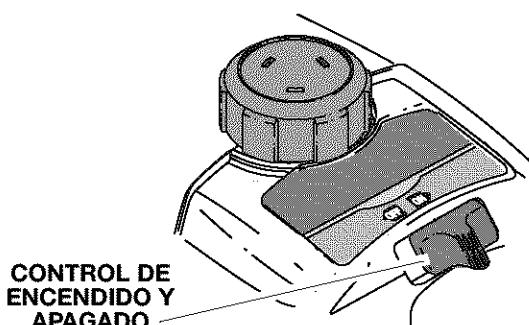

Fig. 7
- Coloque el control de encendido y apagado en posición de "OFF" (apagado) (Fig. 7).
- Coloque el control de apagado y encendido en posición de "ON" (encendido)(Fig. 7).